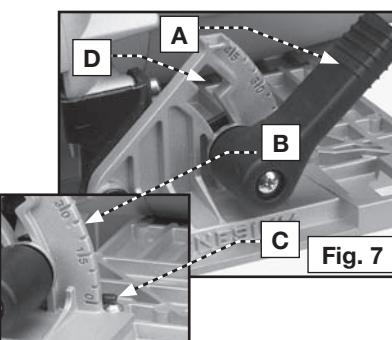

Fig. 7
- Desatornille un poco la perilla ajustadora de bisel (A) Fig. 7.
- Incline la base de la sierra hasta que la línea de graduaciones en el segmento de bisel (B) Fig. 7, se alinee con la raya indicadora (C) Fig. 7 en el soporte.
- Para los cortes biselados mayor de  $45^{\circ}$ , fijaron la guía en la marca de  $45^{\circ}$ . Levante la palanca de ajuste biselada en la ranura (D) Fig. 7 y mueva la base de la sierra para el mayor ángulo. Apriete la palanca de ajuste biselada firmemente.